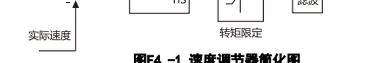

图 F4-1 速度调节器简化图
1. 速度调节器 (ASR) 的构成如图 F4-1 所示。图中 KP 为比例增益 P，TI 为积分时间 I。